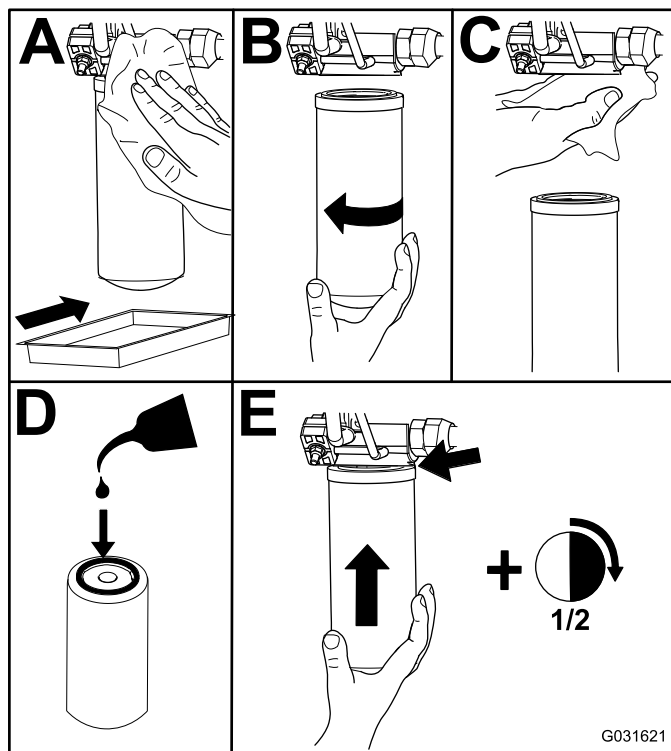

Figure 79
2. Remplacez les filtres hydrauliques (Figure 79).